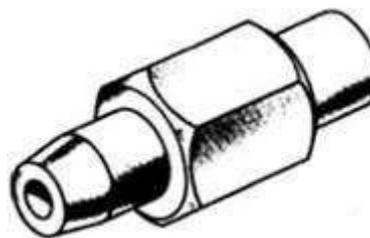

Рис. 6.
6. Объединив все полученные сведения, устанавливаем общую форму предмета (рис. 6). Она представляет собой сочетание усеченного конуса, цилиндра, шестиугольной призмы, цилиндра и усеченного конуса, расположенных на общей оси. Вдоль оси детали проходит цилиндрическое сквозное отверстие.